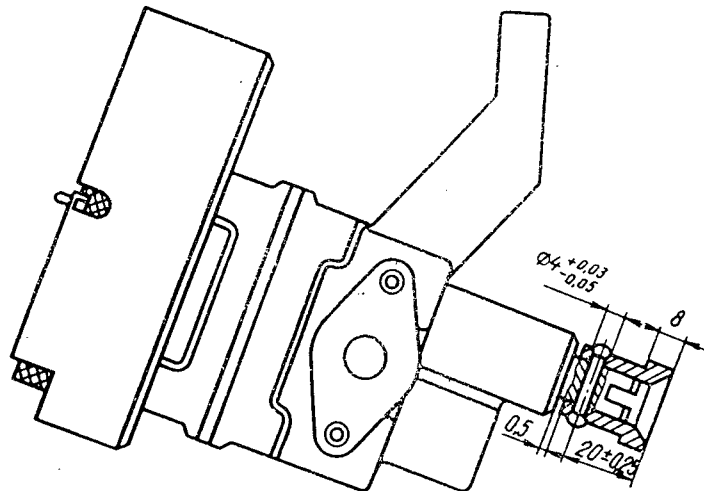

Bild 62. Befestigung der Büchse auf der Ölpumpenwelle
1. Büchse auf die Antriebswelle aufpressen, wobei ein Abstand zwischen der Stirnfläche der Antriebswelle und der Stirnfläche der Büchse 8 mm einzuhalten ist (Bild 62). Hierbei soll der Abstand zwischen dem Pumpengehäuse und der anderen Stirnfläche nicht unter 0,5 mm liegen.